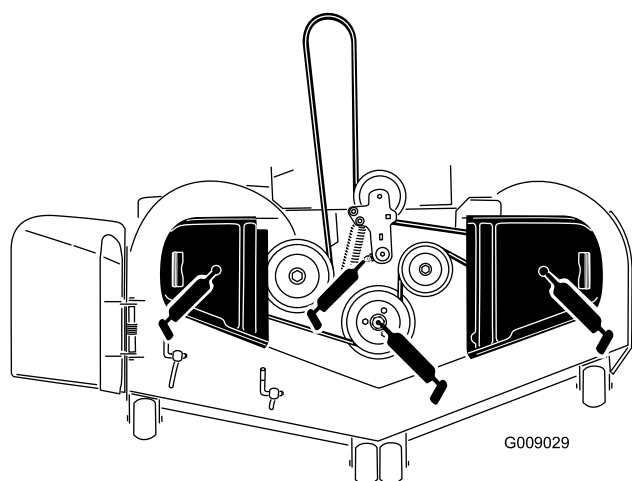

Figure 39
3. Graissez le pivot de la poulie de tension du tablier de coupe jusqu'à ce que la graisse ressorte par le bas (Figure 39).
4. Lubrifiez les roulements des trois axes jusqu'à ce que la graisse sorte par les joints inférieurs (Figure 39).